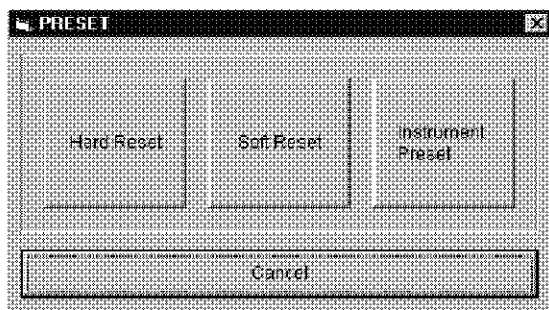

図 2-9 PRESET メニュー
- PRESET 操作は、R4870 正面パネルのエントリ・キー・ブロック内にある **PRESET** ボタンで行います。右ボタンから先に押し続けながら、左ボタンを押すと図 2-9 に示すプリセット用のアイコンが表示されます。